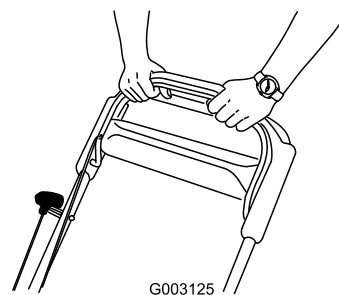

Figure 18
3. Maintenez la barre de commande de la lame contre le guidon (Figure 18).